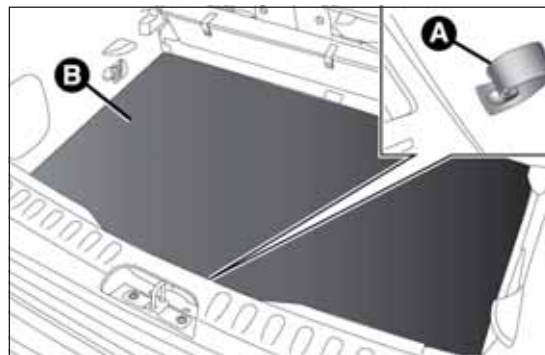

fig. 154
- ☐ aprire il bagagliaio, tirare la linguetta A fig. 154 e sollevare verso l'alto il tappeto di rivestimento B;